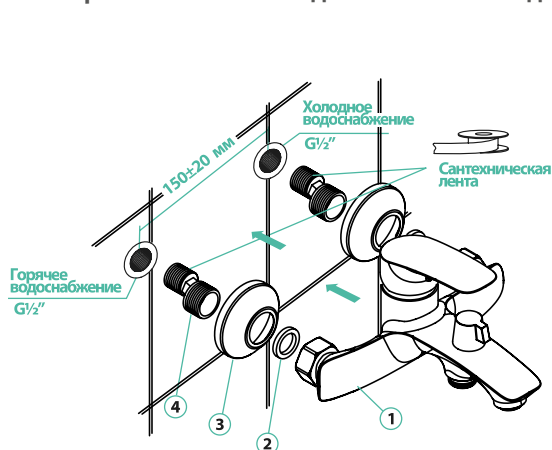
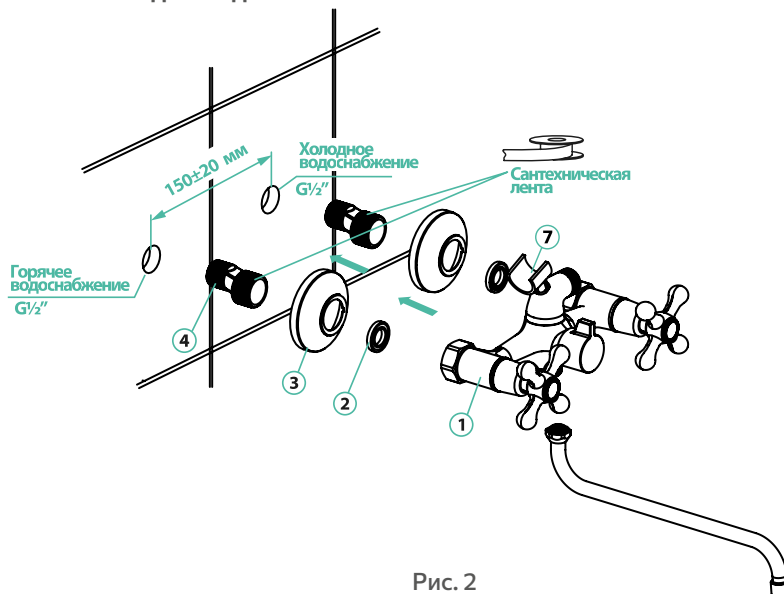

Рис. 1
Рис. 2
1. Убедитесь, что входные трубы горячей/холодной воды подведены правильно: горячая должна находиться слева, холодная справа (рис. 1, рис.2).
2. Отключите систему холодного и горячего водоснабжения. Ввинтите эксцентрические переходники (рис. 1, рис.2) в выходы трубопроводов системы водоснабжения, предварительно уплотнив резьбовую часть изоляционным материалом. Подберите положение эксцентрических переходников, при котором они совпадут и будут соответствовать присоединительному положению смесителя. При этом положение смесителя должно быть горизонтальным.